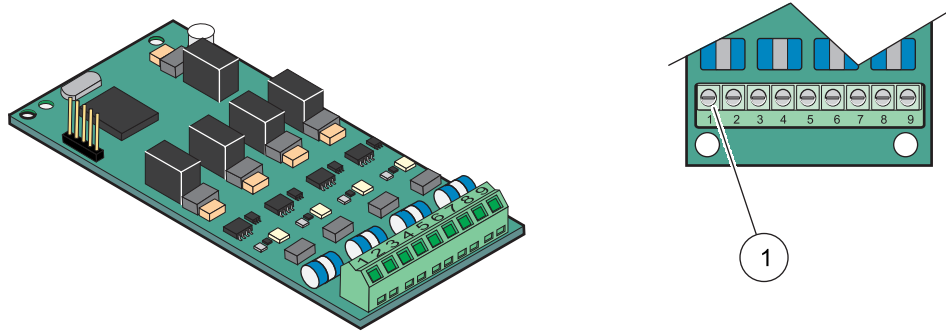

图 23 输出卡 (YAB019) 接线
4. 电线穿过组件底部，正确剥线后，根据图 23 和表 6 将每根线插入终端。每次插入后轻轻拔一下，确保连接可靠。